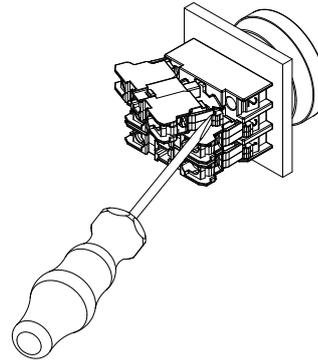

Fig. 3
1. El desmontaje de los elementos de contacto RF se realiza con ayuda de un destornillador plano con el ancho recomendado de 5,5 mm (véase fig. 3).